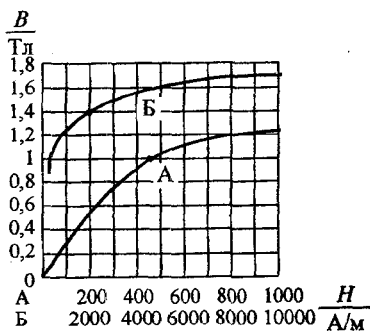
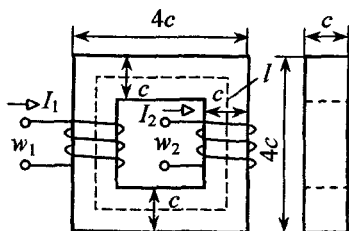
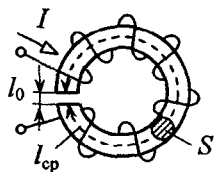
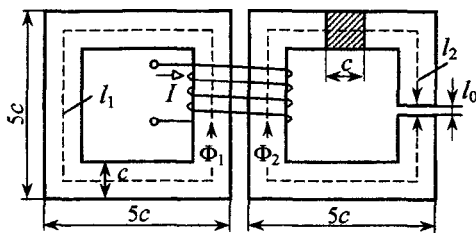

Рис. 1.4
Рис. 1.5
Рис. 1.6
Рис. 1.7
Определить ток в обмотке, при котором магнитный поток в сердечнике  $\Phi = 7 \cdot 10^{-4} \text{ Вб}$ , если материал сердечника а) неферромагнитный; б) электротехническая сталь (кривая намагничивания стали дана на рис. 1.4).
б) Напряженность магнитного поля в сердечнике из электротехнической стали находим по кривой намагничивания (рис. 1.4): при  $B = 1,4$  Тл  $H_{ст} = 2000$  А/м.
Считая магнитное поле внутри катушки равномерным, определить магнитные потоки, если материал сердечника а) неферромагнитный; б) электротехническая сталь, кривая намагничивания которой дана на рис. 1.4. Сделать вывод по результатам расчета.
Магнитную индукцию для ферромагнитного сердечника находим по кривой намагничивания стали (рис. 1.4): при  $H_{\text{ст}} = 625 \text{ А/м}$
**Задача 1.5.** На замкнутом сердечнике из электротехнической стали размещены две катушки (рис. 1.5). Токи катушек  $I_1$ ,  $I_2$ , число витков  $w_1$ ,  $w_2$ . Кривая намагничивания стали дана на рис. 1.4.
По кривой рис. 1.4 этой напряженности соответствует магнитная индукция  $B = 1,14$  Тл.
Магнитная индукция  $B = 1,65 \text{ Тл}$  (по кривой рис. 1.4), магнитный поток  $\Phi = 2,64 \cdot 10^{-3} \text{ Вб}$ , потокоцепления  $\psi_1 = 1,32 \text{ Вб}$ ,  $\psi_2 = 0,792 \text{ Вб}$ . Значительное увеличение напряженности магнитного поля в этом режиме привело к относительно небольшому приросту индукции и потока в сердечнике, что объясняется магнитным насыщением стали сердечника.
**Задача 1.6.** В сердечнике из электротехнической стали (рис. 1.6) необходимо создать магнитную индукцию  $B = 1 \text{ Тл}$ . Кривая намагничивания стали приведена на рис. 1.4. Число витков обмотки  $w = 200$ , длина средней линии сердечника  $l_{\text{ср}} = 42,1 \text{ см}$ , сечение  $S = 5 \text{ см}^2$ .
**Решение.** а) Напряженность магнитного поля в сердечнике находим по кривой намагничивания стали (рис. 1.4): при  $B = 1 \text{ Тл}$   $H_{\text{ст}} = 475 \text{ А/м}$ .
**Задача 1.7.** Два сердечника из электротехнической стали имеют общую намагничивающую обмотку (рис. 1.7). Магнитная характеристика стали приведена на рис. 1.4. В правом сердечнике имеется воздушный зазор длиной  $l_0$ . Задан магнитный поток левого сердечника  $\Phi_1$ .
Для этой индукции по кривой  $B(H)$  рис. 1.4 напряженность магнитного поля левого сердечника  $H_1 = 4600 \text{ А/м}$ .
Индукция в воздушном зазоре такая же, т. е.  $B_{0(1)} = B_{2(1)}$  (сечение воздушного зазора принимается равным сечению образующих его стержней). По кривой  $B(H)$  рис. 1.4 при  $B_{2(1)} = 1,4 \text{ Тл}$  напряженность магнитного поля  $H_{2(1)} = 2000 \text{ А/м}$ . Напряженность магнитного поля в воздушном зазоре